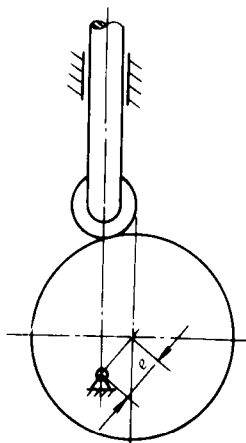

图 2-6
3. 图 2-6 为一滚子移动从动件盘形凸轮机构。试在图上画出该凸轮机构的基圆、理论轮廓曲线和图示位置的壓力角 α ，并求出其推程角 δ_0 和推程最大位移 h 。